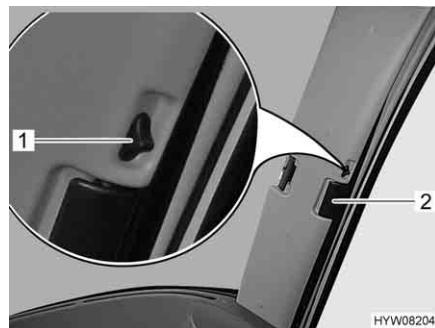

Fig. 56 Tendina oscurante pieghevole per il finestrino del conducente/
- Spingere il bottone di bloccaggio (Fig. 56,1) verso l'alto.
- Con la levetta (Fig. 56,2) tirare le tendine oscuranti pieghevole per il finestrino del guidatore e del passeggero verso l'altro lato della finestra e congiungerle alle strisce magnetiche.
- Inserire fino all'arresto le tendine oscuranti pieghevole per il finestrino del guidatore e del passeggero per la maniglia (Fig. 56,2).
- Spingere il bottone di bloccaggio (Fig. 56,1) in basso.